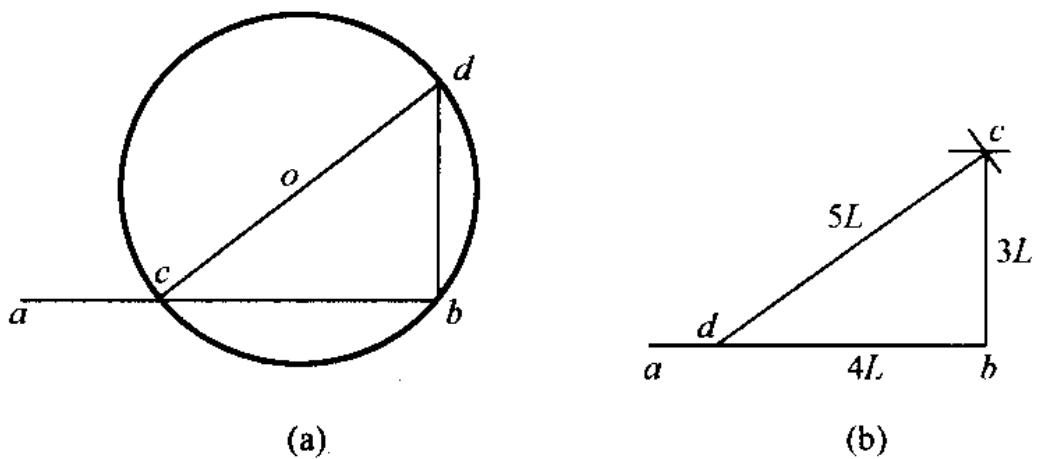

图 1.6 作直线端点的垂线
(3) 作直线端点的垂线 如图 1.6 (a) 所示，任取线外一点 o ，以 o 为中心，取 $R=ob$ 为半径画圆且交 \overline{ab} 于 c
再如图 1.6 (b) 所示，用勾股弦法可作出。在 \overline{ab} 上取适当长度为 L ，然后从 b 点开始量取 $bd = 4L$ ；以 b 、 d 为顶点，分别量取 $3L$ 、 $5L$ 长作半径画圆弧得交点为 c ，连接 b 、 c 点，则 $\overline{bc} \perp \overline{ab}$ 。